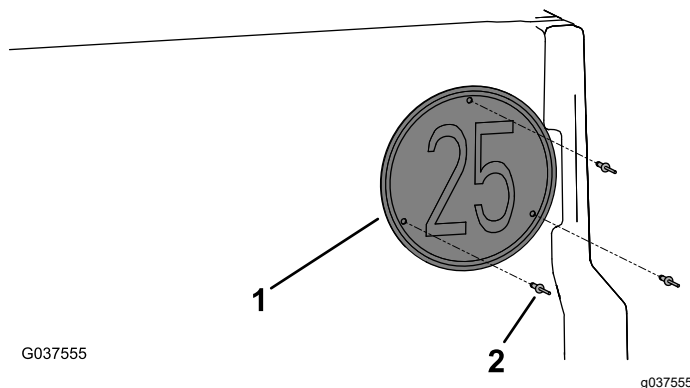

Рисунок 18
4. Установите табличку «Ограничение скорости» на задний откидной борт с помощью 3 закладных заклепок (3/16 x 15/16 дюйма), как показано на Рисунок 18.